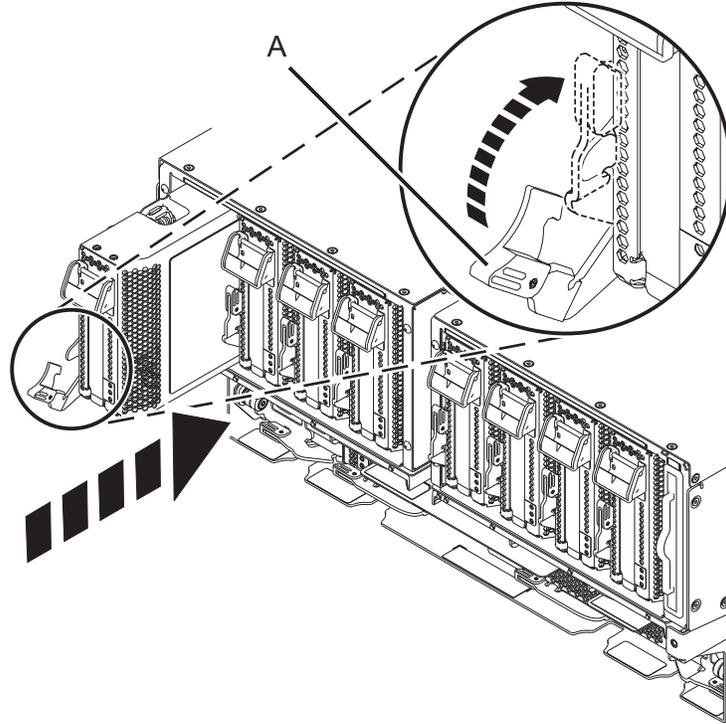

Figura 33. Instalar uma cassetete do adaptador PCIe no sistema
- a. Com a pega da cassete (A) na posição de aberto, segure no adaptador com cuidado pelas extremidades e, em seguida, alinhe a cassete do adaptador com a ranhura. Consulte Figura 33 na página 33.
- c. Quando a cassete estiver totalmente inserida na ranhura, rode a pega terracota da cassete (A) na direção mostrada na Figura 33 na página 33, para bloquear a cassete do adaptador na ranhura.